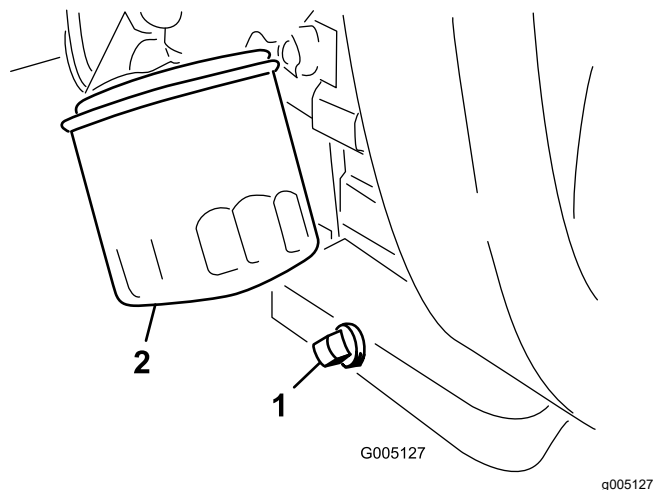

图 34
1. 拆下排油塞图 34 让油流入放油盘。
2. 清洁排油塞的螺纹施用聚四氟乙烯密封材料然后安装排油塞图 34。
3. 拆下机油滤清器图 34。